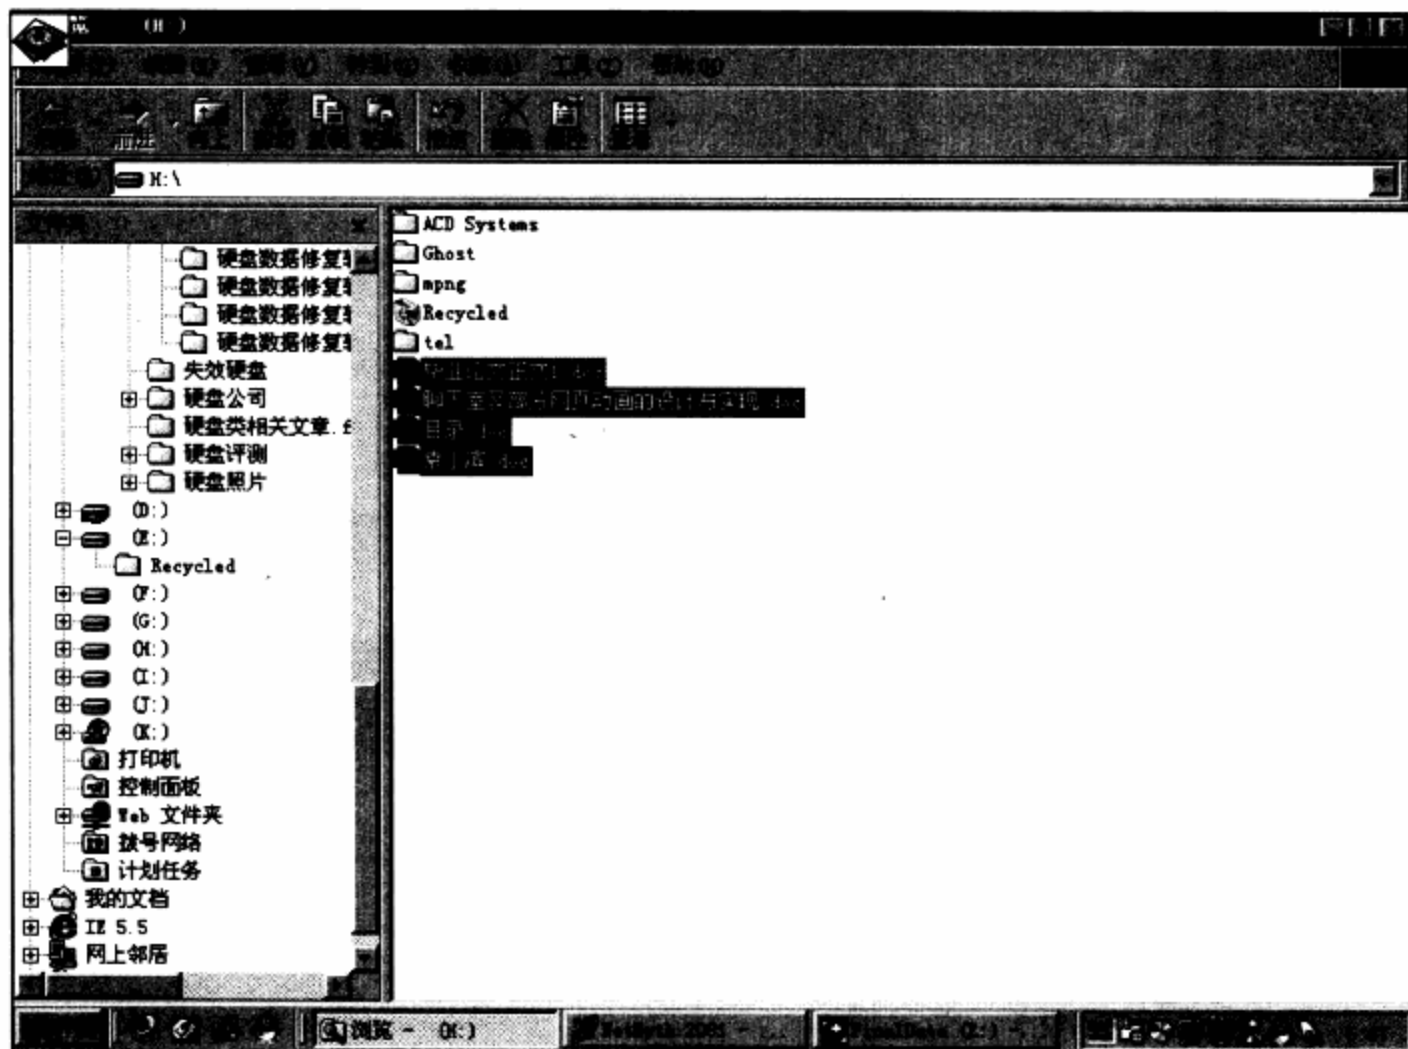

图13-47 保存的文件和目录
**步骤 06** H盘上已经保存了被恢复的文件和目录。如图13-47所示。